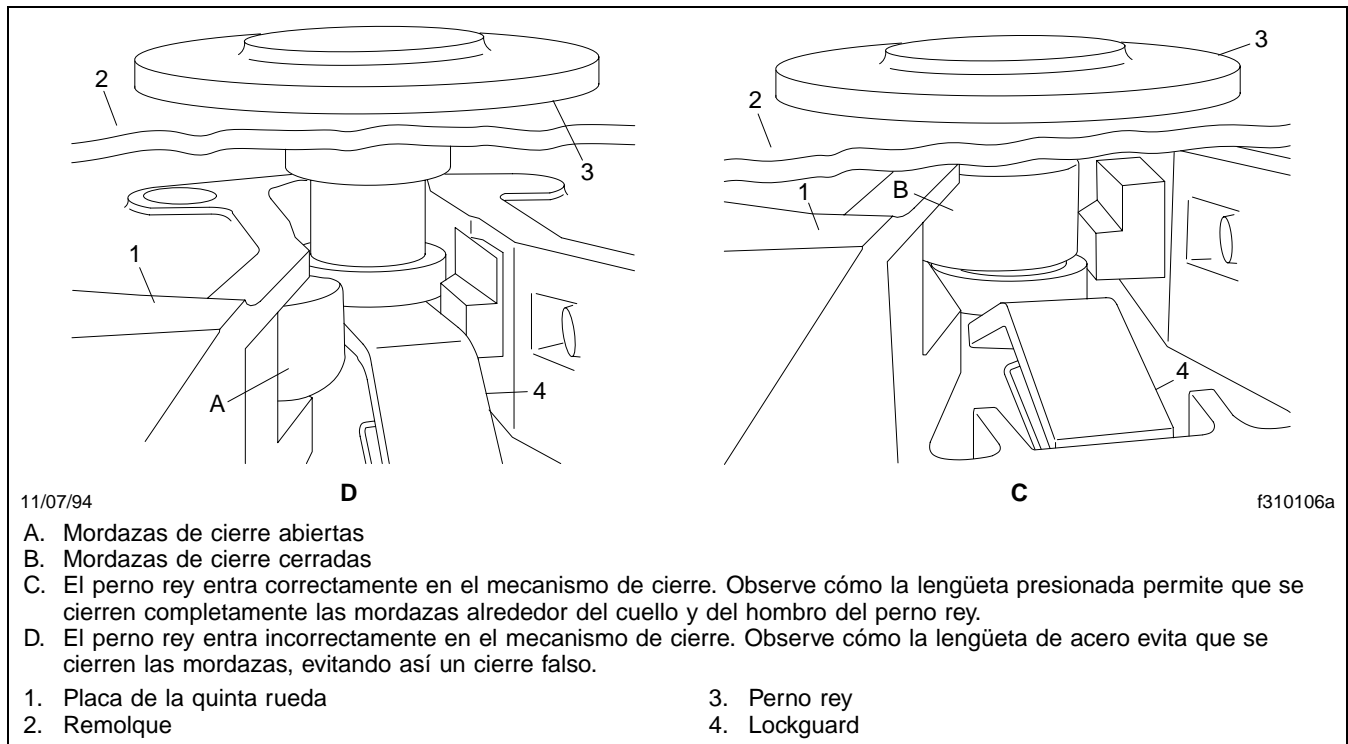

Figura 8.3, Mecanismo Lockguard (vista desde atrás)
El protector de cierre Lockguard de Holland (**Figura 8.3**) es un dispositivo que previene un cierre falso y es utilizado en los mecanismos de cierre del perno rey tipo "B". El Lockguard es una lengüeta lisa tensada por un resorte. El perno rey pasa por encima de la lengüeta y la presiona al entrar en el mecanismo del cierre. El Lockguard evita que las mordazas se cierren antes de que el perno rey entre completamente en el cierre. Si el perno rey entra incorrectamente en la quinta rueda y no presiona la lengüeta, el mecanismo de cierre no logra cerrarse.
3. Coloque el tractor de modo que la abertura del cierre de la quinta rueda esté en línea (tanto vertical como horizontalmente) con el perno rey del remolque. El perno rey debe estar en una posición para poder entrar en la garganta del mecanismo de cierre, para prevenir un cierre falso. Vea la **Figura 8.3**. Ajuste los patines del remolque para tener suficiente altura de alineación de modo que la quinta rueda pueda levantar el remolque en sus rampas.